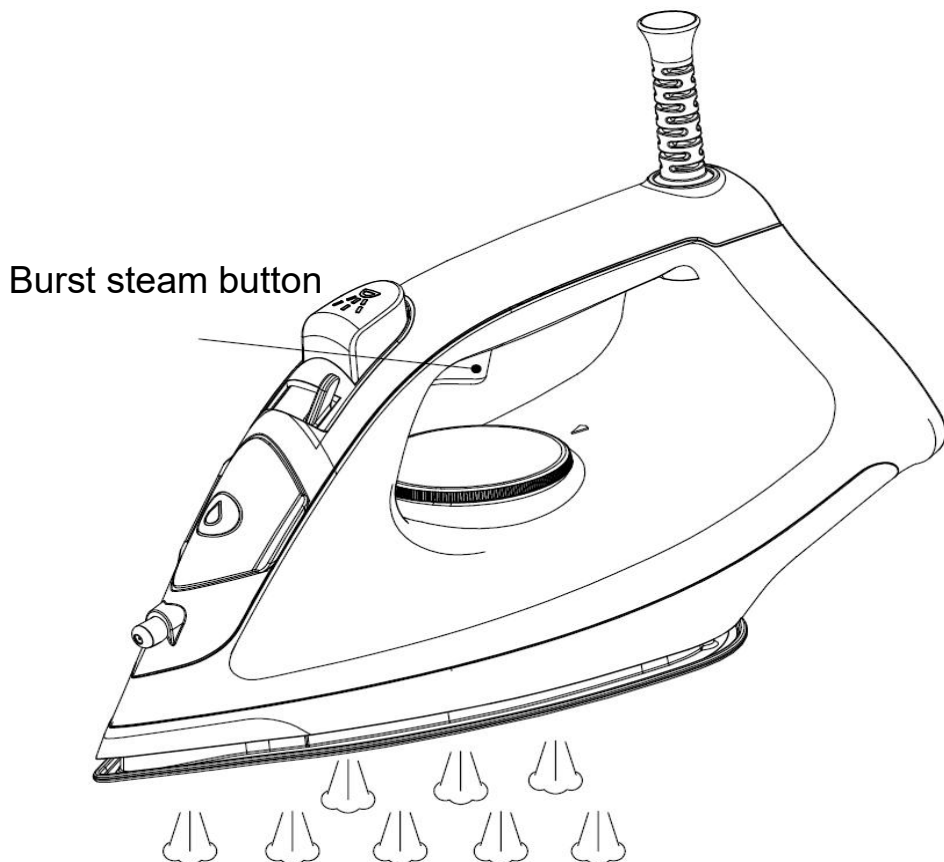

Fig.7
50. Cuando necesite eliminar las arrugas más difíciles, active la función de vapor ráfaga presionando una vez el botón de vapor ráfaga (ver Fig. 7). Es mejor activar la función de vapor ráfaga con la temperatura máxima, lo que puede lograr un buen efecto de planchado.